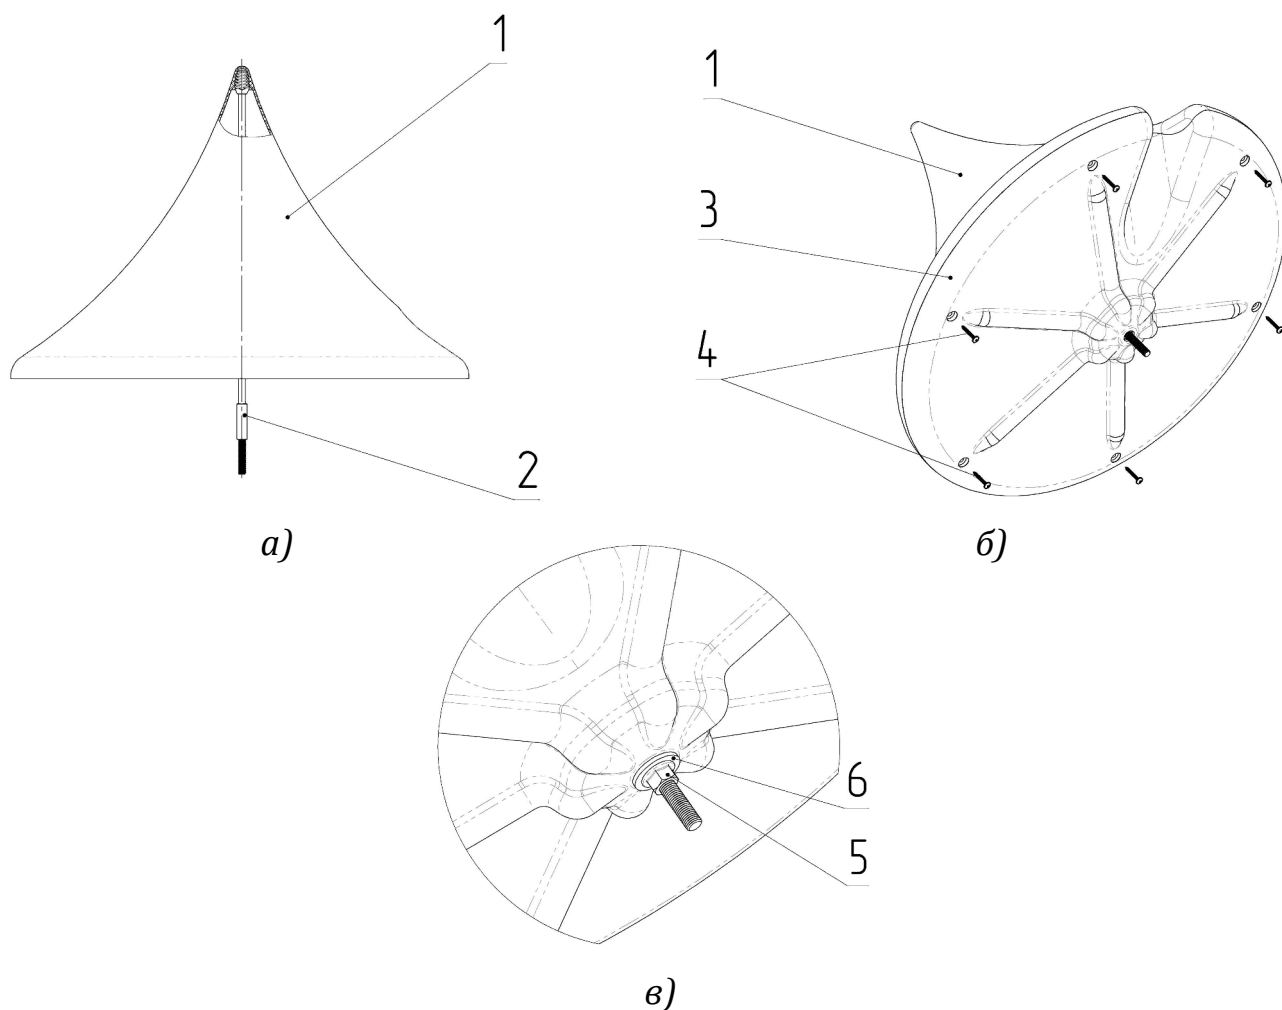

Рис. 2. Последовательность сборки ПЗУ-ЛІД
3.1. Сборка ПЗУ-ЛІД. ПЗУ-ЛІД поставляется производителем в разобранном виде. Сборка изделия осуществляется непосредственно перед установкой ПЗУ на элемент опоры ЛЭП с использованием универсального инструмента в следующей последовательности (рис. 2):